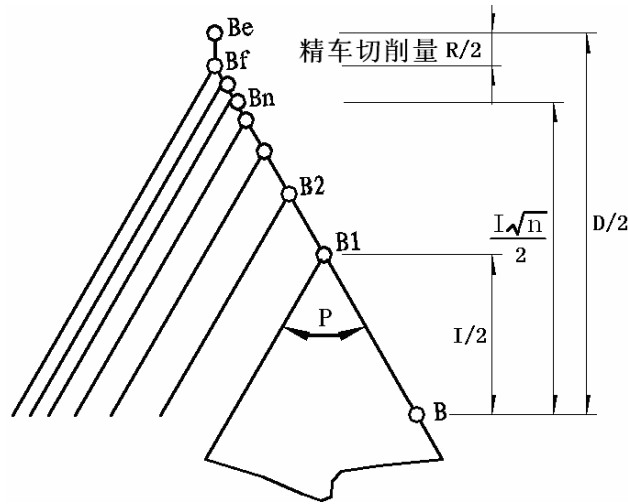

图 4-48
切入方法的详细情况见图 4-48:
- 1) 用 G76 螺纹循环切削指令组，可以通过多次螺纹粗车、螺纹精车完成规定牙高（总切深）的螺纹加工，如果指令①定义的螺纹角度不为 0°，螺纹粗车的切入点由螺纹牙顶逐步移至螺纹牙底，使得相邻两牙螺纹的夹角为规定的螺纹角度。
- 4) 如果 G76 指令①定义的螺纹角度不为 0°时，G76 指令②与 G92 不一样的是：G76 指令②的每一次螺纹循环从起点到切入点过程中，X 轴和 Z 轴先同时移动，螺纹轴到达切入点，然后非螺纹轴单轴移动到切入点；其它切削轨迹与 G92 一样，具体见图 4-48。